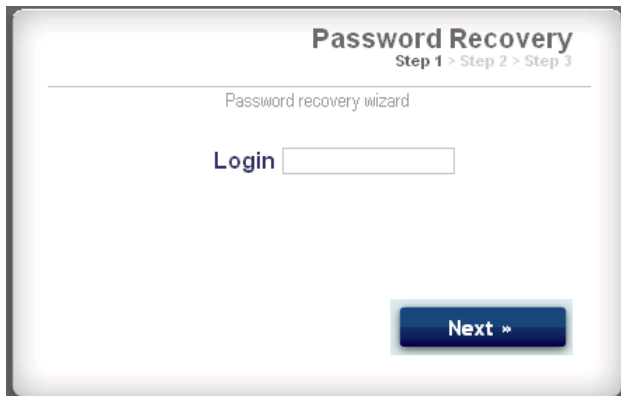

FIG. 44 : Récupération de mot de passe, Étape 1
2. Voir FIG. 44. Le système vous vous invitera à taper votre identifiant. Tapez le nom que vous avez entré à l'étape 5 à la page 23, puis cliquez sur Next.